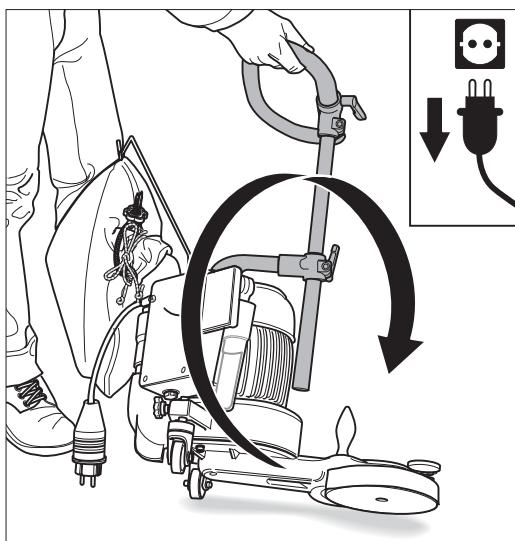

Abb. 61: Die UNICO auf die **linke** Seite kippen und vorsichtig absetzen.
- 3 Legen Sie die UNICO auf die Seite, indem Sie die Maschine rechts am Haltebügel anfassen, auf die **linke** Seite kippen (Abb. 61) und vorsichtig absetzen.